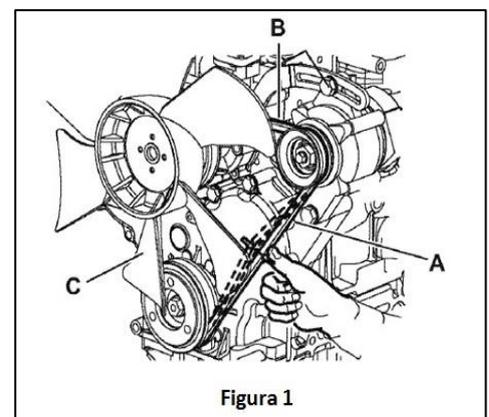

Figura 1
1. Presione la correa con el pulgar en los puntos indicados en la tabla con una fuerza aproximada de 10 kgf para controlar la flexión. Los tres puntos de control de la flexión (A, B, C) están indicados en la figura 1